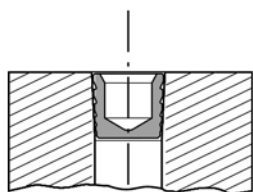

Fig. 1
- 将LP密封堵头安装孔朝外，塞入带锥度的工艺孔中。堵头顶部不应凸出于工件表面外。(Fig. 1).